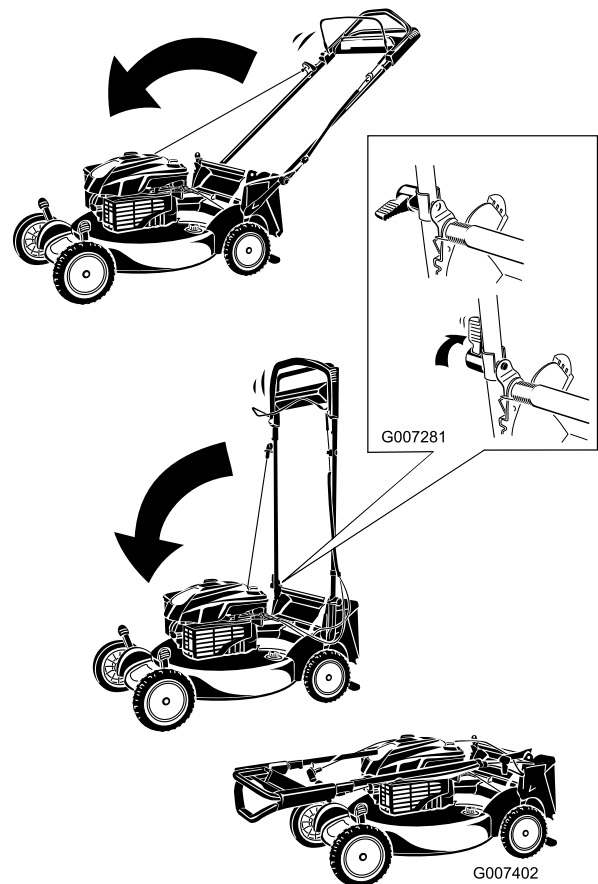

Figure 44
- Pliez la partie supérieure du guidon en avant (Figure 44).